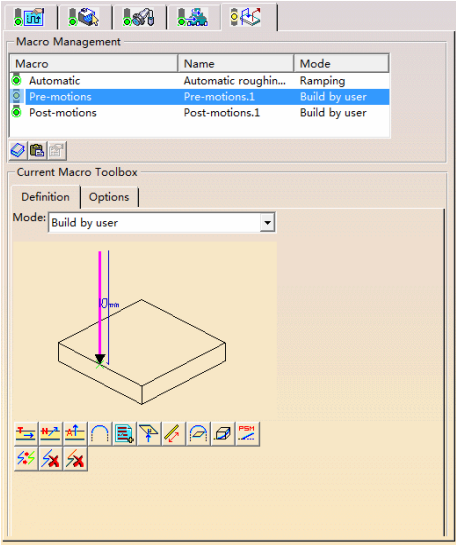

图 3-113 设置 “Pre-motions” (2)
- 在“Macro Management”区域的列表框中设置“Pre-motions”（2），单击 Add axial motion 按钮，如图 3-113 所示。